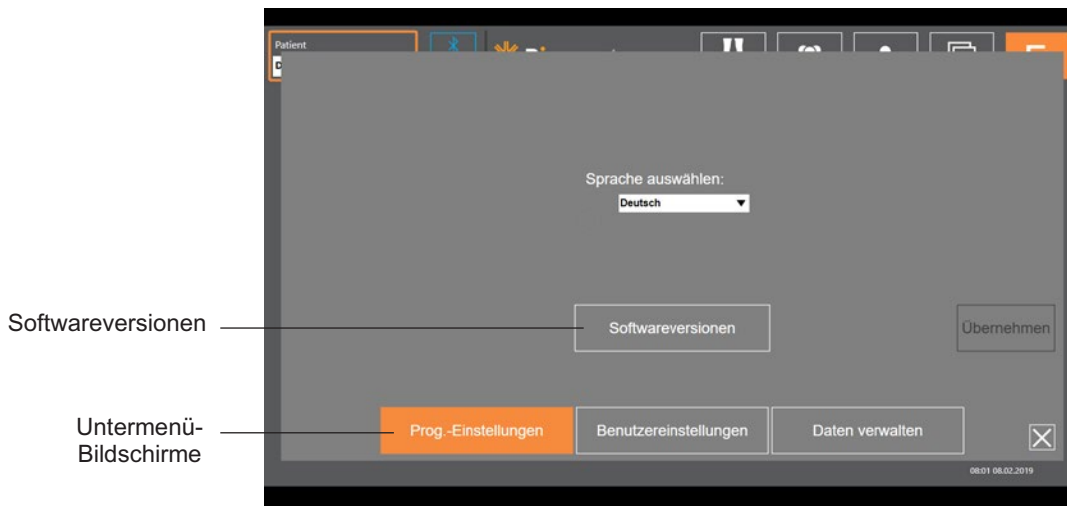
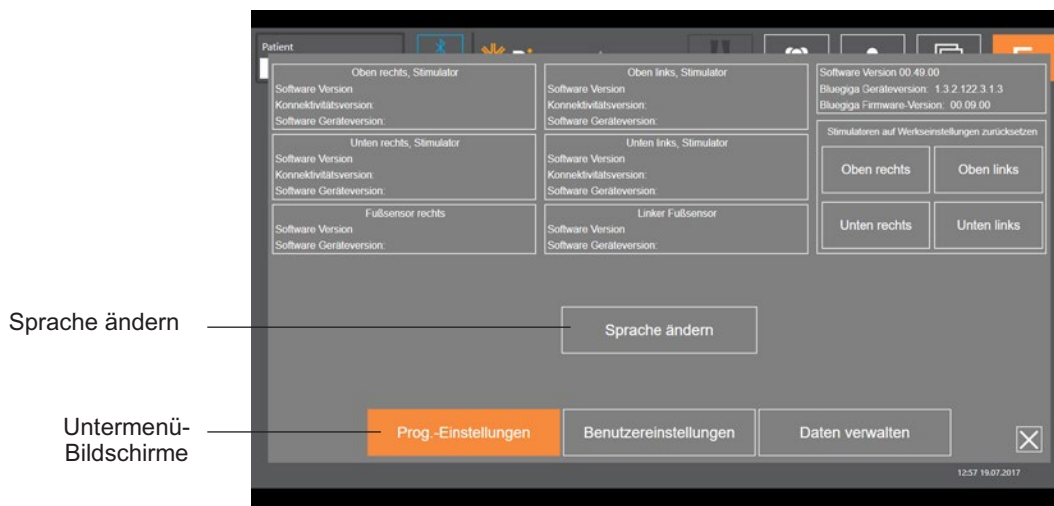

Abbildung 7-14: Anwendungseinstellungs-Bildschirm – Sprache ändern
Abbildung 7-15: Anwendungseinstellungs-Bildschirm – Softwareversionen
Im Anwendungseinstellungs-Bildschirm, der von allen Bildschirmen aus über das Symbol  unten rechts aufgerufen werden kann, können Sie Spracheinstellungen vornehmen sowie Benutzerprofile und Daten verwalten. Der Anwendungseinstellungs-Bildschirm verfügt über drei Untermenü-Bildschirme. Siehe Abbildung 7-14.
- Prog.-Einstellungen: Hier können Sie die Spracheinstellung auswählen, Softwareversionen anzeigen und die Stimulatoren auf die Werkseinstellungen zurücksetzen. Drücken Sie auf „Softwareversionen“ oder „Sprache ändern“, um zwischen den verfügbaren Bildschirmen zu wechseln. Siehe Abbildung 7-14 und Abbildung 7-15.
- Drücken Sie auf das Anwendungseinstellungssymbol , und wählen Sie dann „Softwareversionen“ aus, um die Optionen zum Zurücksetzen auf die Werkseinstellungen anzuzeigen. Siehe Abbildung 7-14.